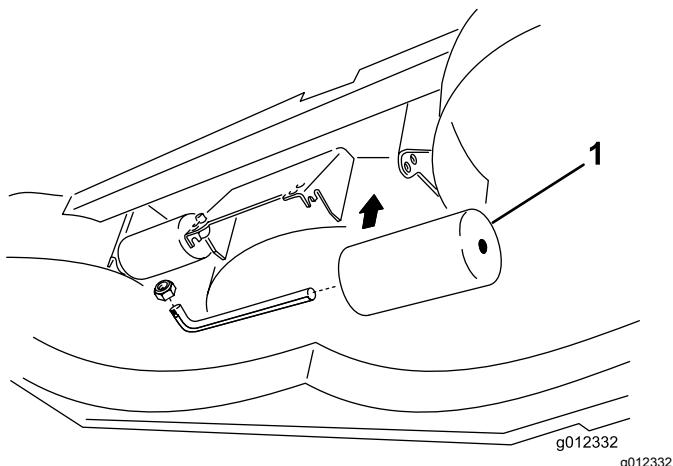

Figura 11
2. Ajuste los rodillos traseros (internos) tal y como se muestra en la Figura 11.